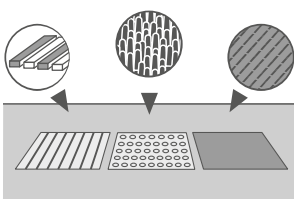

Рисунок 28
- 15.6 На входе в помещение применять грязезащитные покрытия, предотвращающие попадание влаги на поверхность Art Vinyl Click. В общественных (коммерческих) помещениях в зоне входа в здание применять трёхступенчатую грязезащитную систему (общая длина системы — не менее 7 м), включающую следующие элементы (см. Рисунок 28):